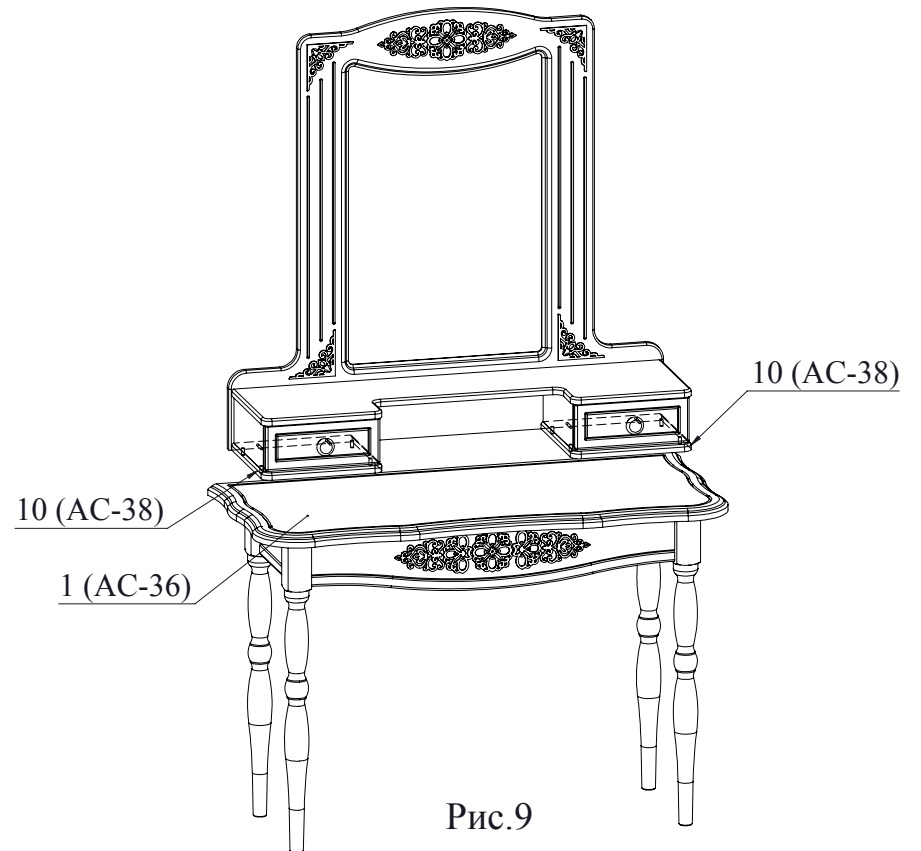

Рис.9
3. закрепить между собой изделие АС-38 с изделием АС-36 при помощи шурупов 4x30 (Рис. 9).